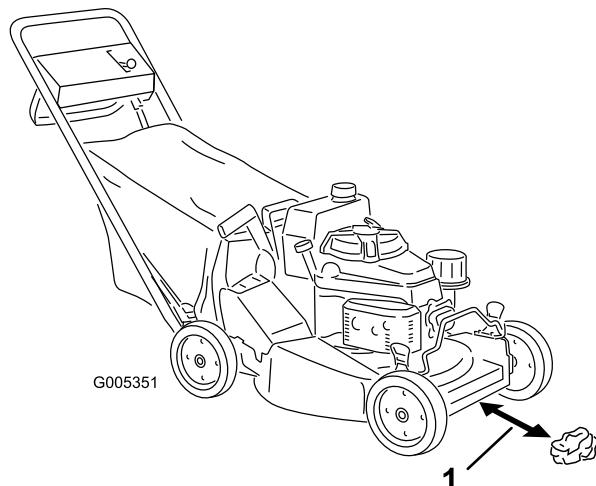

Рисунок 16
4. Передвиньте орган управления скоростью движения в положение «Нейтральное» (N).
5. Возьмите половину газетного листа и скомкайте его в небольшой шарик, такой, чтобы он проходил под корпусом машины (диаметром примерно 76 мм), как показано на Рисунок 16.
6. Поместите скомканную в шарик газету на расстоянии примерно 12,7 см перед газонокосилкой (Рисунок 16).
- Поместите скомканную в шарик газету на расстоянии примерно 12,7 см перед газонокосилкой (Рисунок 16).